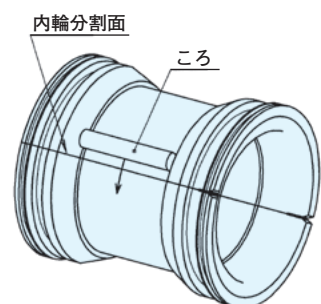

図6 内輪の取付け状態を点検
- (5) ロールネックと内輪のすきま（片側0.5mm）をみて、内輪がロールネックの中央にあることを確認します。確認後、4本のリーマボルトを2～3回に分けて、交互にトルクレンチを用いて、締め付けます。締め付けトルクは、17ページの表を参照ください。
- (6) リーマボルト締め付後、内輪の分割面よりはみ出た液状パッキンを取り除きます。
- (7) 内輪が確実に組み込まれた事を確認する為、グリースを塗ったころまたは指で軌道を滑らせて確認します。（図6参照）